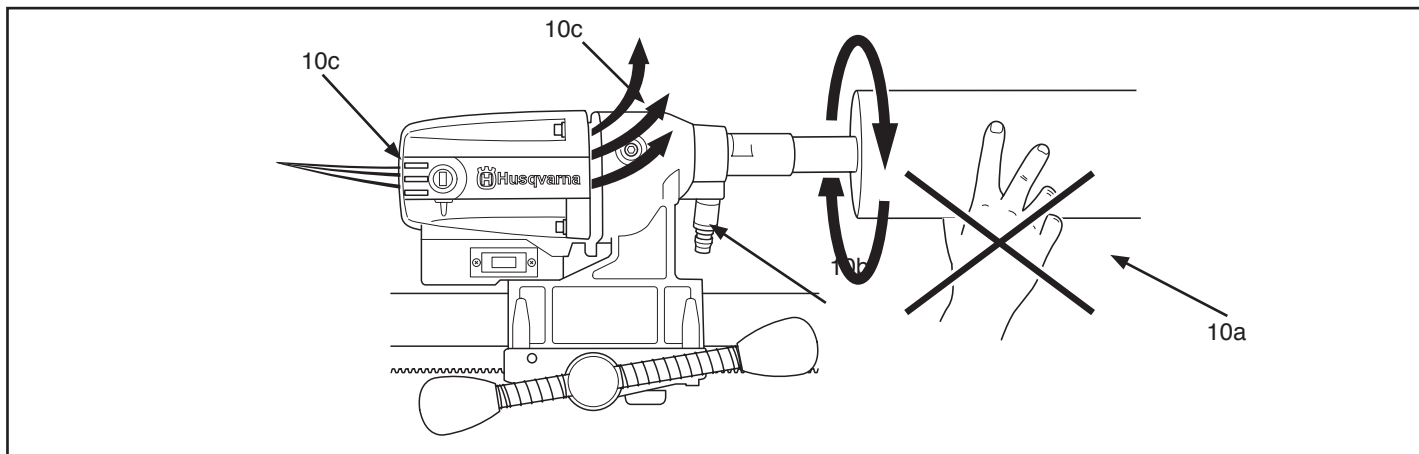

Рис.10
- При работе машины держите ваши руки на безопасном расстоянии от шпинделя и коронки (Рис. 10а).
При необходимости охладить двигатель дайте машине 1 – 2 минуты поработать вхолостую (Рис. 10с).